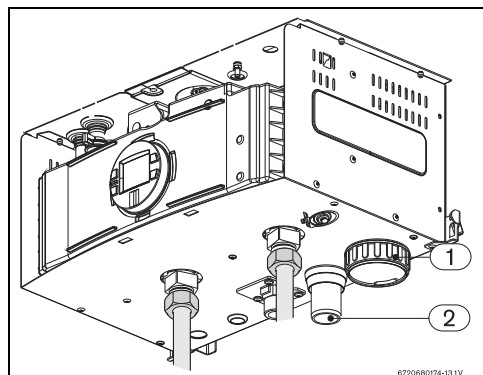

Fig. 22
Asegurar que las conexiones hidráulicas permiten el acceso a la tapa de condensados (Fig. 22 , pos. 1).